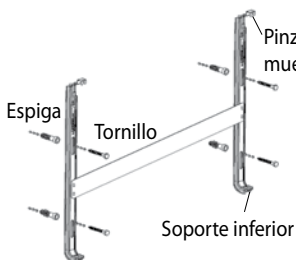
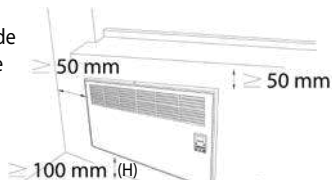
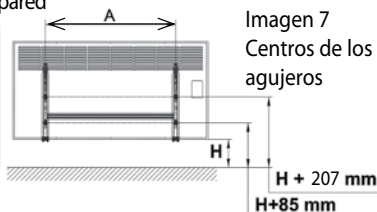

Imagen 5 Ganchos de montaje en pared
Imagen 6 Distancias mínimas necesarias para el funcionamiento eficiente del aparato
Imagen 7
2. Es necesario determinar correctamente la distancia al enchufe para que el cable de conexión del convector panel eléctrico no se fuerce y tense. Para ello, después de determinar el lugar adecuado, los puntos de los agujeros para el montaje se deben marcar según las medidas en la Imagen 7. Los ganchos mostrados en la Imagen 5 pueden servir como plantilla. Coloque los ganchos en la pared y, utilizando los agujeros ovalados en los ganchos, marque los puntos para colgar midiendo el espacio del suelo para que el convector quede a (preferiblemente) un mínimo de 100mm del suelo. Hay que tener en cuenta las distancias mínimas de los lados para que el aparato funcione eficientemente. (Imagen 6)